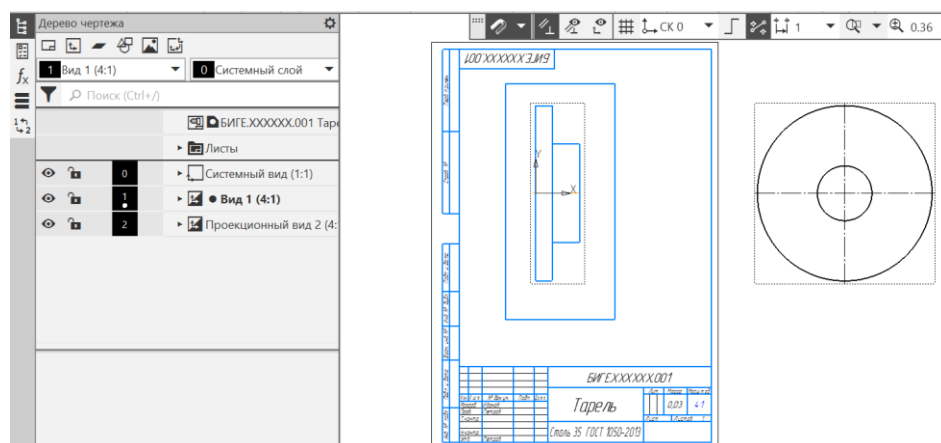

Рис. 12 Определение области местного разреза – прямоугольник на главном виде
- **Черчение – Виды – Проекционный вид.** Для создания фронтального разреза выполнить вид слева. Вид слева можно сразу расположить за форматом чертежа (он потребуется только для обозначения положения секущей плоскости для местного разреза на главном виде) (рис. 12).